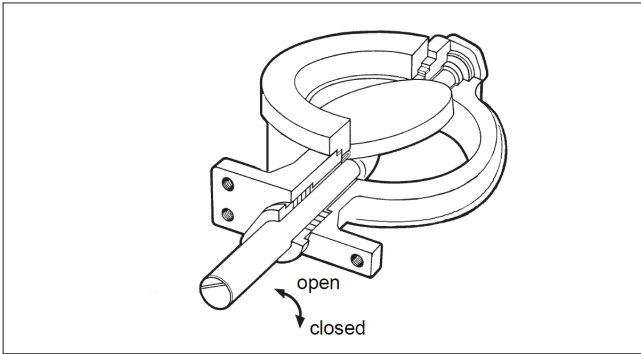

Fig. 15 Positions ouverte et fermée de la vanne
L'extrémité de l'arbre de la vanne est marquée d'une ligne de repère, qui est parallèle au disque et indique grossièrement la position fermée du disque (cf. Figure 15). Les coups de bélier peuvent provoquer un relâchement de l'assemblage par goupilles du disque et de l'arbre ; par conséquent, l'arbre se déplace alors que le disque reste en place, ce qui empêche la fermeture complète du disque. Si les étapes ci-dessus ne permettent pas d'identifier la cause de la fuite, il sera nécessaire de démonter la vanne et de remplacer ses composants.
- Vérifiez la position de l'anneau de siège par rapport au disque. La vanne se ferme en sens horaire (cf. Figure 15).
- Enfoncez les arbres sur les trous percés du disque. Alignez les trous des goupilles. L'arbre (5) doit être positionné par rapport au disque tel qu'indiqué à la Figure 15.
Vérifiez l'axe de contact entre l'anneau de siège et le disque (cf. Figure 15).